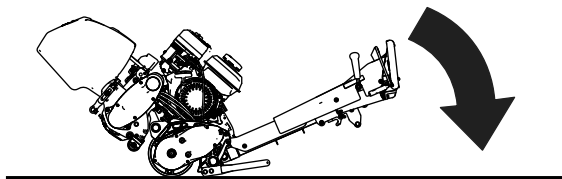

Figure 5
2. Écrou de vis de réglage de la barre d'appui (2)
- Quand l'unité de coupe est fixée sur la machine, abaissez le guidon du groupe de déplacement au sol (**Figure 5**).